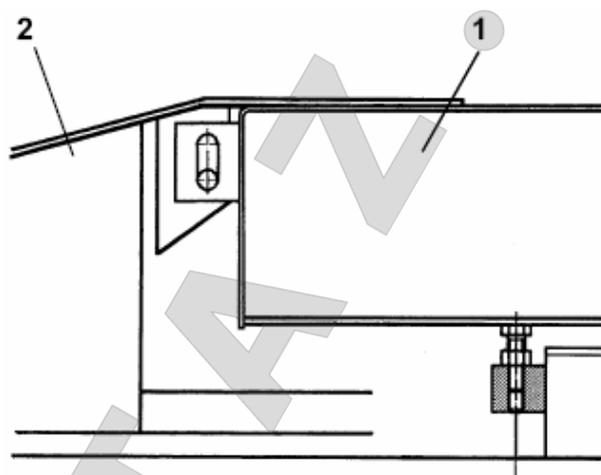

Рис. 34
К рис. 34. Действуйте, как описано в параграфе 4.13, проверяя выравнивание платформ (1) относительно въездных рамп (2).